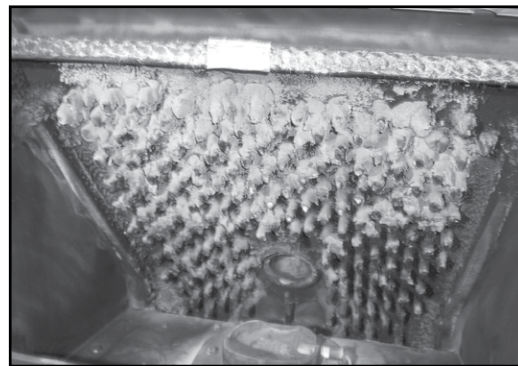

Figure 17.2 – Exemple d'échangeur de chaleur sale
- Il est nécessaire d'enlever le déflecteur pour accéder à l'échangeur de chaleur (figure 17.2). Suivez les instructions de la **page 20** pour enlever le déflecteur.